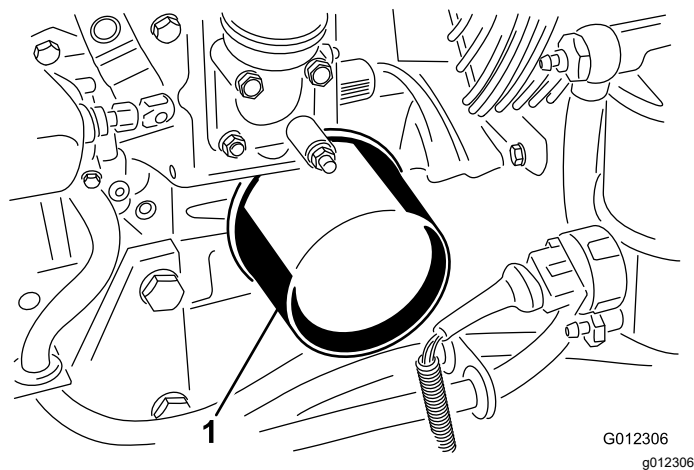

Figura 39
3. Togliete il filtro dell'olio (Figura 39).